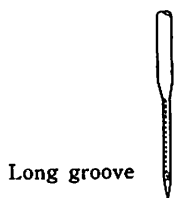

Fig. 5
8. INSERTING THE NEEDLE (Fig. 5)